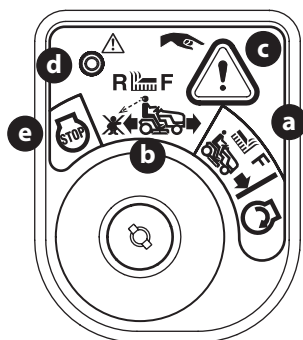

Figure 22
2. Déplacez la clé de la position de tonte normale  (a) à la position mode de tonte en marche arrière  (b) (Figure 22).
3. Appuyez sur le BOUTON-POUSOIR DE MARCHÉ ARRIÈRE (bouton triangulaire orange)  (c) dans le coin supérieur droit du module d'allumage. Le témoin lumineux rouge dans le coin supérieur gauche s'allume quand la marche arrière est embrayée (Figure 22).